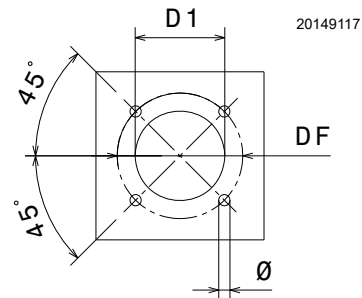

Abb. 13
Die Verschlussplatte der Brennkammer, gemäß Abb. 13 durchbohren. Die Position der Gewindebohrungen kann mit dem zur Grundausstattung gehörenden Wärmeschild ermittelt werden.
- Den gesamten Brenner in das vorher gesetzte Bohrloch des Heizkessels einpassen (Abb. 13 auf Seite 19) und mit den beige packten Schrauben befestigen.